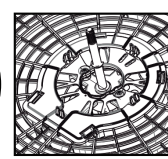

Figura 21
• Para retirar a grade traseira deve-se pressionar as travas para trás e puxar a grade livrando-a do dente da trava como mostrado na figura 21.